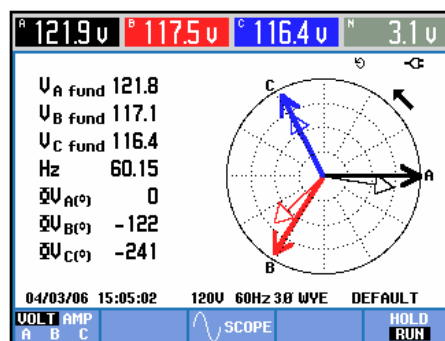

Figura 6-3. Diagrama vetorial para a conexão correta do Analyzer
A exibição de forma de onda e fasor de perfil é útil para verificar se os cabos de voltagem e as pinças de corrente estão conectados corretamente. No diagrama vetorial, as voltagens e correntes de fase L1 (A), L2 (B) e L3 (C) devem aparecer em seqüência ao serem observadas na direção horária, como indicado no exemplo da Figura 6-3.